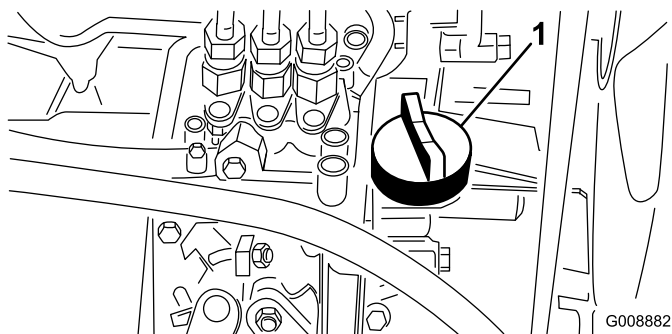

Figura 38
4. Se o nível do óleo for baixo, retire a tampa de enchimento (Figura 38) e adicione gradualmente pequenas quantidades de óleo, verificando constantemente o nível, até que este alcance a marca de cheio na vareta.